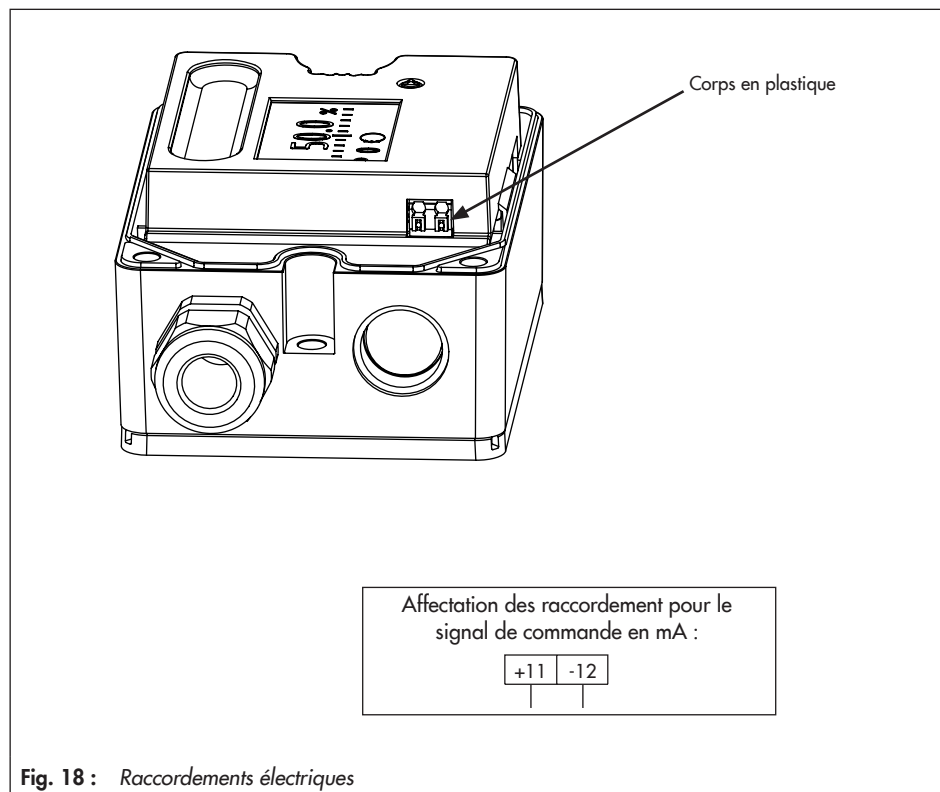

Fig. 18 : Raccordements électriques
- Pour déverrouiller les bornes à ressorts, enfoncer **légèrement** le corps en plastique (Fig. 18) dans le bornier à l'aide d'un tourne-vis plat.
- Raccorder la tension d'alimentation (signal de commande mA) selon la Fig. 18.